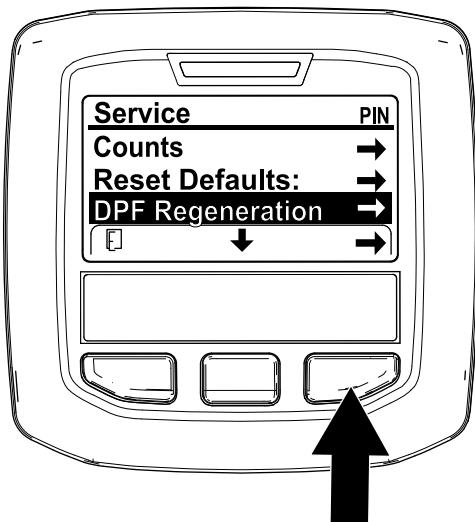

Bild 28
- Navigieren Sie auf das Menü „Service“ und drücken Sie die mittlere Taste, um auf die Option DPF REGENERATION zu navigieren (Bild 28).
- Drücken Sie die rechte Taste, um den Eintrag „DPF Regeneration“ auszuwählen (Bild 28).